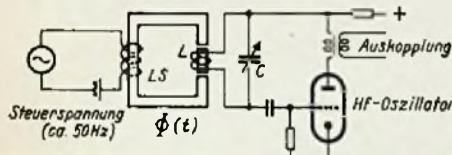

Bild 2. Prinzip des magnetischen Wobblers
1. Der magnetische Typ. Bild 2 zeigt den grundsätzlichen Aufbau. Die Spule L eines HF-Oszillators, die auf einen Hf-Eisenkern oder Ferroxcube-Kern gewickelt ist, liegt im Feld eines Elektromagneten, dessen Kraftfluß durch einen Wechselstrom niedriger Frequenz gesteuert wird. Im Rhythmus des Kraftflusses ändert sich die Permeabilität  $\mu$  des Hf-Kernes und damit die Selbstinduktion und mit ihr die Frequenz des HF-Oszillators. Mit Hilfe des Drehkondensators kann die Mittelfrequenz geändert werden. Man ersieht, daß es recht schwierig sein wird, eine frequenzlineare Wobbelung zu erreichen. Legt man an die Steuerspule LS z. B. eine sägezahnförmige